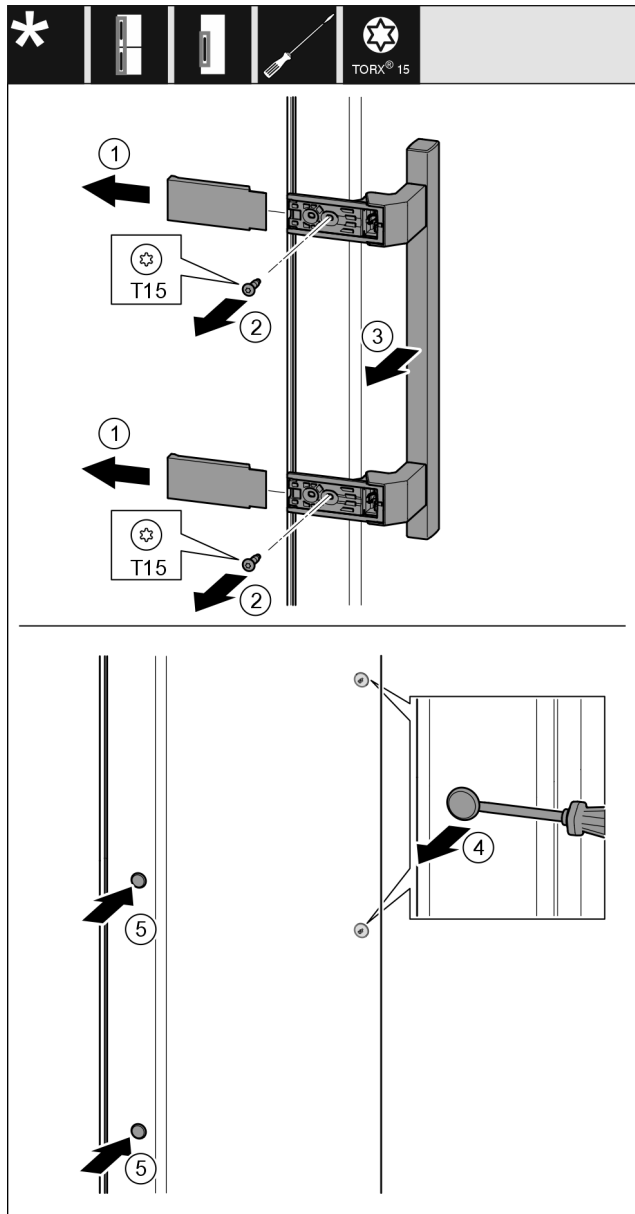

Fig. 24
- ▶ Τραβήξτε έξω το κάλυμμα Fig. 24 (1).
- ▶ Ξεβιδώστε τις βίδες Fig. 24 (2) με κατσαβίδι.
- ▶ Αφαιρέστε τη λαβή Fig. 24 (3).
- ▶ Ανασηκώστε προσεκτικά και τραβήξτε έξω την πλαϊνή τάπα Fig. 24 (4) με ένα ίσιο κατσαβίδι.
- ▶ Τοποθετήστε ξανά την τάπα Fig. 24 (5) στην άλλη πλευρά.